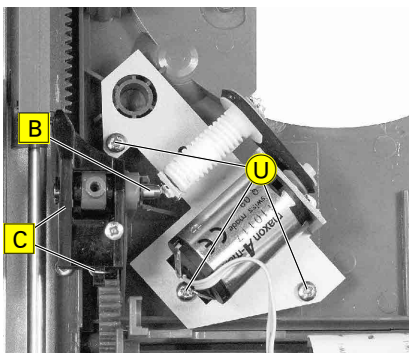

Fig. 9
- 3 Schrauben (U) herausschrauben und Motoreinheit abnehmen (Fig. 9).
- Achse (B) herausziehen und die Zahnräder (C) herausnehmen (Fig. 9).
- Undo 3 screws (U) and take out the motor unit (Fig. 9).
- Pull out shaft (B) and take off the gear wheels (C) (Fig. 9).